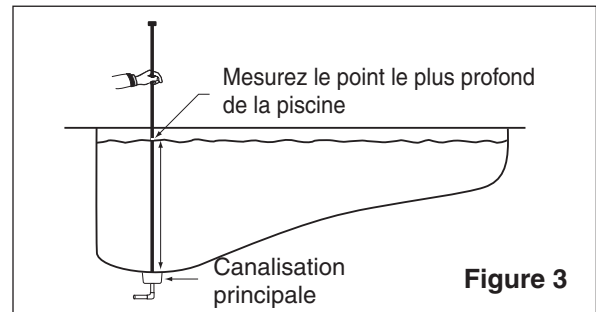

Figure 3
1. Mesurez la partie la plus profonde de la piscine. Voir la Figure 3.